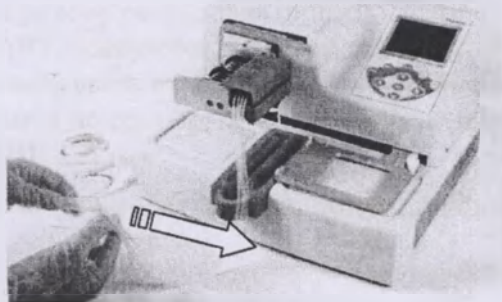
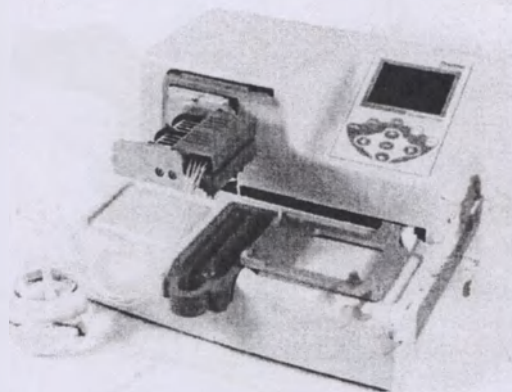

Рисунок 4-17. Удаление защитной утяжеляющей пластинки для трубок и резинового держателя
Рисунок 4-18. Кассета со снятыми приспособлениями для защиты наконечников и защитными утяжеляющими пластинками
8. Снимите утяжеляющую пластинку для трубок, удалив резиновый держатель и вынув грузик трубки из защитной пластики для трубок (рисунок 4-17 и рисунок 4-18).